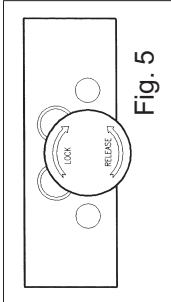

Fig. 5
- 1) Débloquer la centrale hydraulique en agissant sur la poignée prévue à cet effet (fig.5).
- 1) Desbloquear el tablero hidráulico por medio del correspondiente botón. (fig.5).